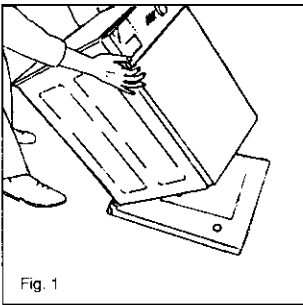

Fig. 1
2. Enlevez le bloc de polystyrène au dessous de l'appareil. Fig. 1